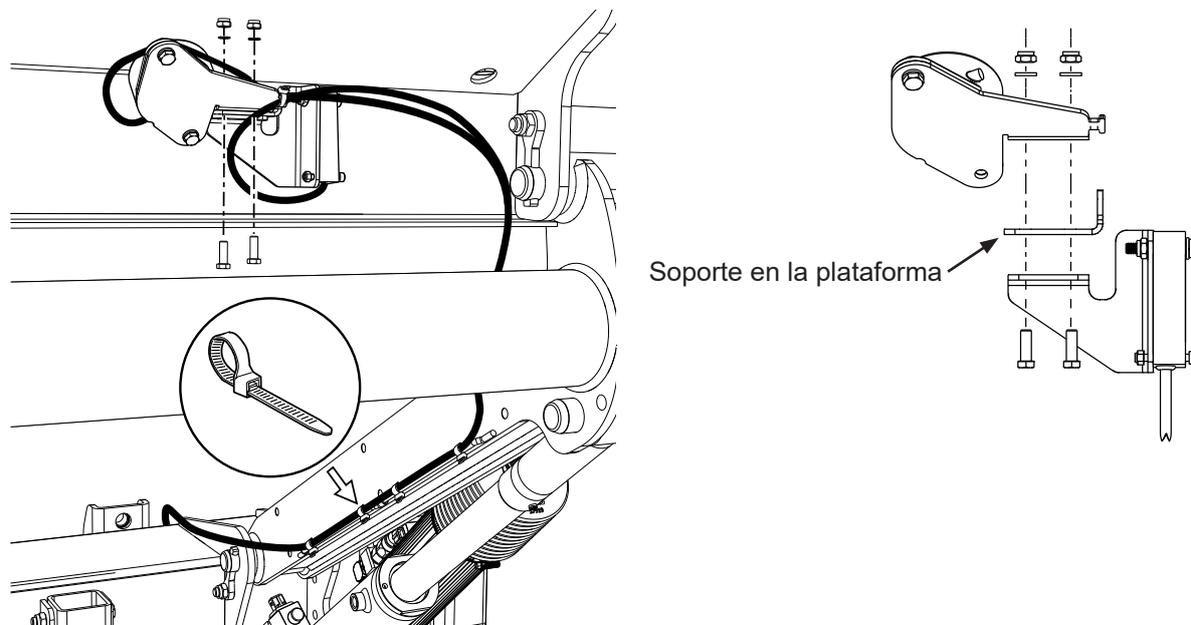

Figura 50. Montaje de sensor de ángulo para basculamiento automático
1. Montar los sensores de ángulo en la plataforma, utilizar los tornillos, las tuercas y las arandelas proporcionados y sujetar el cable con bridas, véase Figura 50.